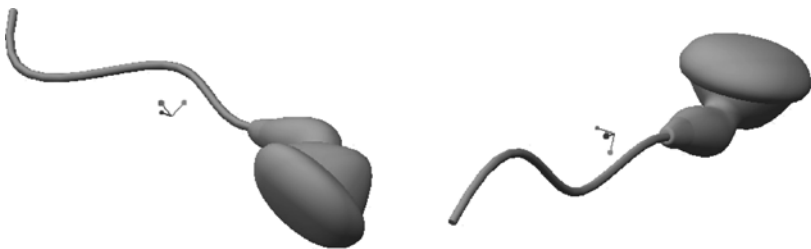

图 13-155 袖珍耳机模型设计
- 至此，完成了本范例的袖珍耳机模型设计，效果如图 13-155 所示。